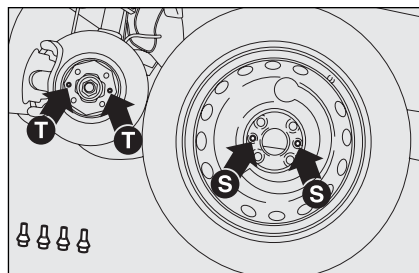

fig. 8
- ☐ monter la roue compacte en faisant coïncider les trous **S-fig. 8** avec les pions de centrage correspondants **T**;
- ☐ monter la roue normale en faisant coïncider les trous **S-fig. 8** avec les pions de centrage correspondants **T**;